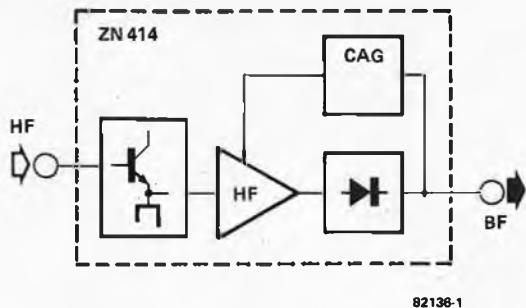
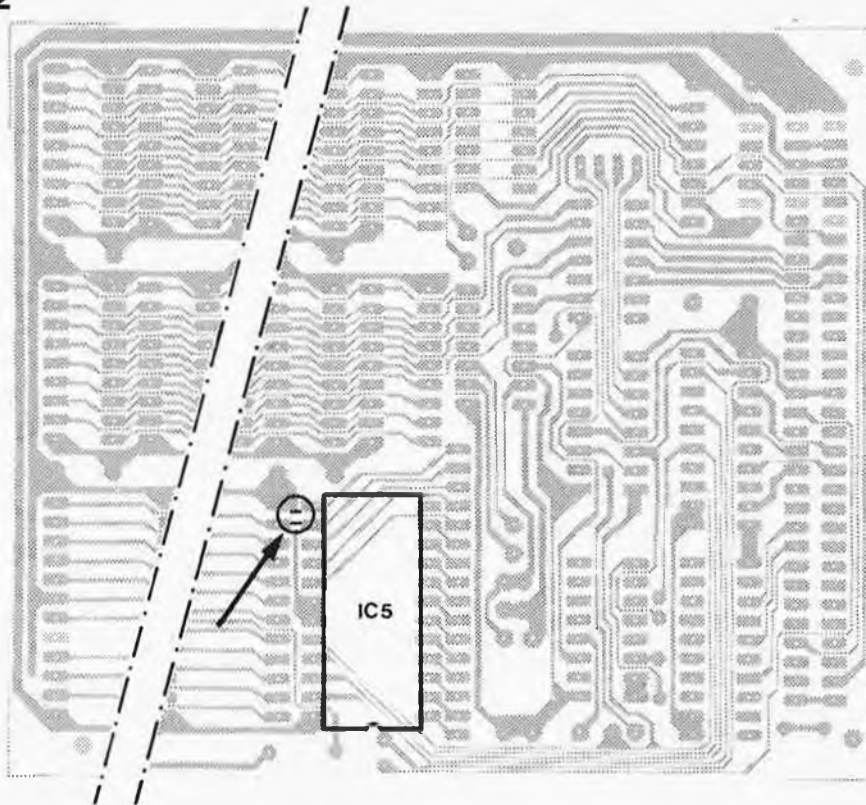

Figure 1. Constitution interne du ZN 414. Il suffit de lui adjoindre cinq composants pour se trouver en présence d'un récepteur complet.
Figure 2. Interruption à effectuer côté composants.
Comment faire? Il faut lancer le programme, via PM, à l'adresse \$FDDA; celui-ci se présente et indique le nom des touches de fonction valides. La première touche à actionner est la *touche paramétrique P*; il y a trois adresses à spécifier (voir figure 1). Tout d'abord "FIRST, LAST SOURCE ADDRESS: ". Il s'agit des adresses SORSA et SOREA qui limitent le bloc de données à programmer ou à translater. SOREA doit toujours être supérieure à SORSA; à défaut de quoi, le programme les refuse. La procédure est ordinaire: première adresse, virgule, dernière adresse, CR.
- **touche M:** M pour "move" en anglais, c'est-à-dire "transfère, translate, ... bref, vas-y!". Lorsque l'on actionne cette touche, le bloc de données compris entre SORSA et SOREA (incluses) est translaté et/ou programmé aux adresses DESSA . . . DESEA. Ces deux zones ainsi définies ne doivent pas se chevaucher, notamment en raison de la fonction V (voir plus loin); on verra également sur la figure 1 que les trois pointeurs d'adresses doivent remplir certaines conditions. Lorsque la translation ou la programmation du bloc seront achevées, on verra apparaître le message "DATA MOVED".
- **touche R:** R pour "relocate" en anglais. Toutes les adresses absolues contenues dans le bloc de données à translater ou à programmer sont corrigées en fonction de l'adresse de destination réelle du bloc transféré. Le tampon DIF (voir figure 1) joue un rôle déterminant dans la
Figure 1. Ces emplacements font partie d'EPRUTL. Lorsqu'une des touches M, R, V ou F est actionnée, les pointeurs CURAD et POINT parcourent, l'un, toutes les positions comprises entre SORSA et SOREA et l'autre, toutes celles qui sont entre DESSA et DESEA.
Cette fois encore, le coeur du montage est le célèbre ZN 414 de Ferranti. Les caractéristiques de ce petit circuit intégré ont été analysées en long et en large au cours de l'article de l'année dernière. Le lecteur intéressé pourra se reporter à la revue en question; nous nous bornons à signaler que le ZN 414 est un circuit intégré de la taille d'un transistor BC 107, que lui aussi possède 3 broches, mais là cesse toute ressemblance, car le circuit intégré est en fait un récepteur complet. Il ne reste qu'à lui ajouter un circuit d'accord. La figure 1 donne le schéma synoptique des modules constituant le ZN 414.
circuit intégré supplémentaire; il faut toutefois intervenir sur certaines pistes cuivrées à interrompre et créer de nouvelles connexions câblées. En tout, il y aura 7 connexions nouvelles et 9 interruptions. La figure 1 donne les modifications à effectuer côté soudure du circuit imprimé. Tandis que la figure 2 montre la piste cuivrée à interrompre côté composants.
Voyons les entrailles de l'ARTIS à présent, sur la figure 1; on remarquera la présence d'interrupteurs analogiques CMOS qui, tout en ne réduisant pas les chances de qualité, maintiennent le prix de revient dans des proportions raisonnables.
de A1 et A3 avec un niveau typique de 7,5 mV, quelle que soit l'entrée utilisée: "High" avec 40 mV ou "Low" avec seulement 10 mV. Les deux amplificateurs opérationnels à faible bruit "gonflent" aussitôt le signal en l'amplifiant 22 fois, lui assurant ainsi une immunité au bruit très élevée. Avec ses 170 mV, le signal est alors assez puissant pour être commuté à l'aide des interrupteurs analogiques ES1...ES4. L'interrupteur S4 assure la commande de ces interrupteurs intégrés en vue d'invertir les signaux des canaux I et II. S4 n'est effectivement qu'un organe de commande; la commutation proprement dite est assurée par le double commutateur réalisé par ES1...ES4. Comme on le voit également à gauche de la figure 1, l'interrupteur S4 peut être remplacé par une pédale que l'on relie à la prise Ba4. Le signal lui-même ne traverse donc que des organes électroniques et non mécaniques; ce principe a été appliqué à l'ensemble du circuit, conjointement à un découplage systématique de tous les potentiels continus qui occasionneraient ces "clocs" qu'il faut absolument proscrire d'un préamplificateur digne de ce nom. Ainsi, chaque interrupteur intégré est précédé et/ou suivi d'un condensateur. D'autre part, ces mêmes interrupteurs voient leur entrée et leur sortie reliées à la masse par une résistance afin de ramener la tension alternative du signal à un potentiel nul, soit la moitié de la tension d'alimentation. Avec ce potentiel, les interrupteurs CMOS fonctionnent avec un minimum de distorsion; la séparation des canaux est optimale.